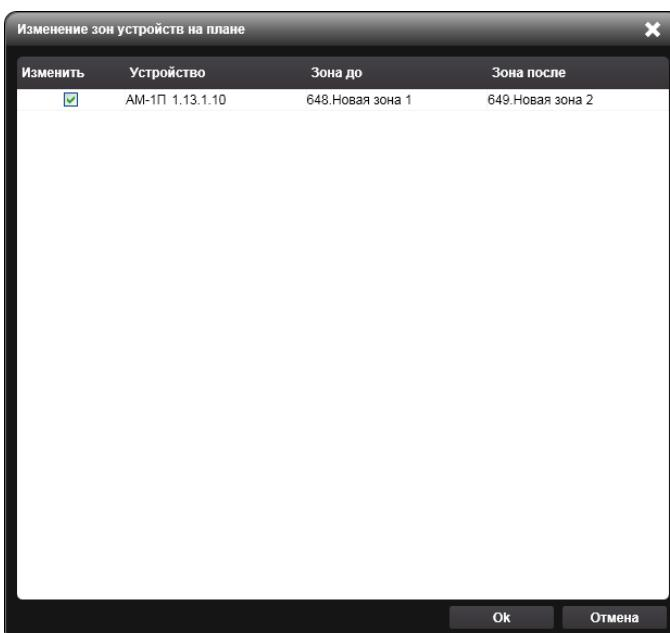

Рисунок 14.7.21 – Окно Изменение зон устройств на плане
Если по какой-либо причине возникла необходимость переместить адресное устройство в другую зону, достаточно перетащить его значок из зоны в зону. При этом откроется окно **Изменение зон устройств на плане** (Рисунок 14.7.21).
- переместить в другую зону или чуть сдвинуть его в текущей зоне, в результате чего вновь появится окно **Изменение зон устройств на плане** (Рисунок 14.7.21) и возможность привести всё в соответствие.
Если зона с устройствами переименована (с помощью функции **Свойства** контекстного меню) или раздроблена на несколько новых зон, то в открывшемся окне **Изменение зон устройств на плане** (Рисунок 14.7.21) будут перечислены все адресные устройства, не принадлежащие новым зонам. При этом появляется возможность снять отметку щелчком в графе **Изменить** перед устройством, чем исключить привязку этого устройства к новой зоне. После чего вручную переместить его в нужную зону и привязать к ней через вновь всплывающее окно **Изменение зон устройств на плане** (Рисунок 7.21), щелкнув на кнопке **Ok**.